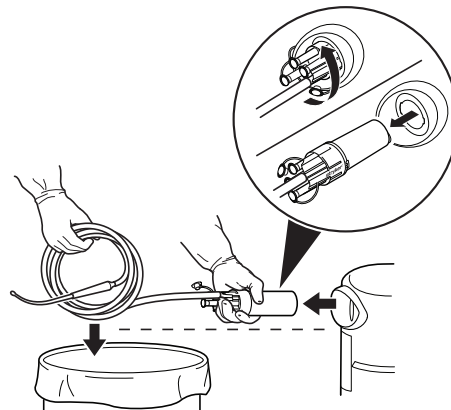

图 8 取下多通道接头和抽吸管
4. 旋转多通道接头，直至被解锁为止，然后将多通道接头及相连的抽吸管拔出插座，务必将多通道接头保持在水平位置(图 8)。